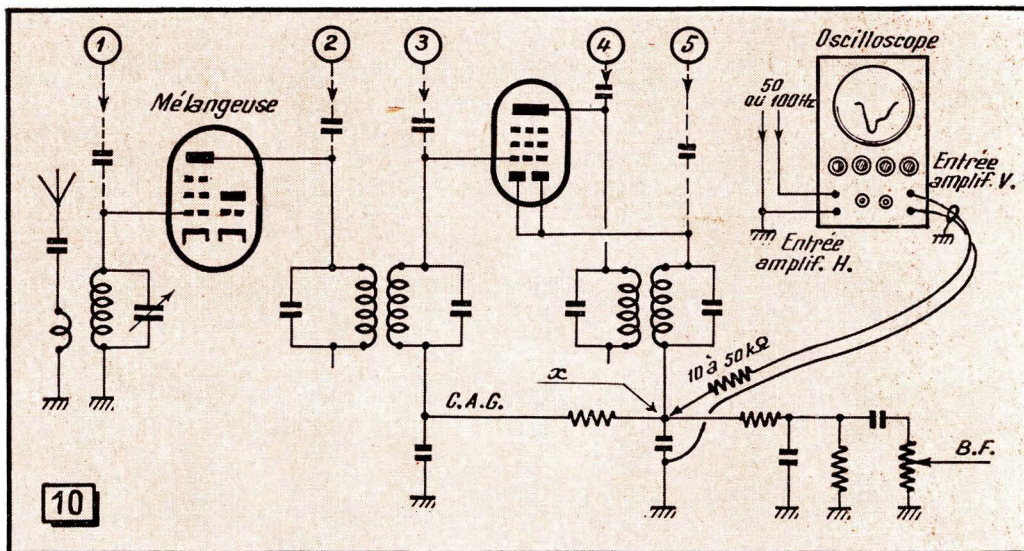

Fig. 10. — Points d'injection du signal vobulé (1 à 5) et point de branchement de l'entrée verticale de l'oscilloscope (x).
La sortie du vobulateur (bornes S₂) sera reliée à l'un quelconque des points (1 à 5) repérés sur le schéma de base d'un récepteur superhétérodyne classique (fig. 10). Il est évident qu'en branchant (1) on pourra observer la courbe résultante de tout l'amplificateur F.I. et qu'en (5) on ne verra que celle du secondaire du dernier transformateur. Quel que soit le cas l'atténuateur (P₂) sera réglé au mieux et le potentiomètre P₁ (Swing) ajusté pour obtenir une courbe convenable. Il en sera de même des commandes de gain vertical et horizontal de l'oscilloscope, dont l'entrée verticale sera reliée au point (x) de la figure 10, par l'intermédiaire d'une résistance de blocage de 10 à 50 kΩ. L'entrée horizontale sera reliée soit au 50 Hz soit au 100 Hz.